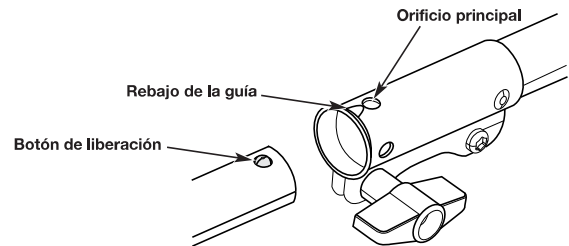

Fig. 5
4. Ponga en línea el botón de liberación con la ranura de la guía (Fig. 5).
3. Presione y mantenga presionado el botón de liberación (Fig. 5).